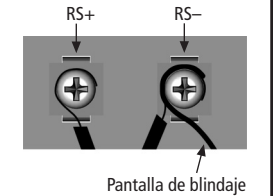

Figura 3
4. Pele el extremo de cada alambre, aproximadamente 1/4" y dóblelo formando un pequeño gancho. Colóquelo detrás del tornillo y la arandela para cada terminal que coincida con el alambre etiquetado y apriete firmemente. (Figura 3) Cierre la cubierta delantera en el alojamiento posterior hasta escuchar un clic.